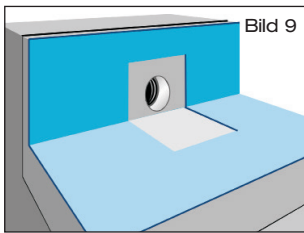

Bild 9
3.2 Im Bereich des Dachablaufes Aussparung in der Kunststoff-Dachdichtungsbahn in Größe der Außenkonturen des Ablaufrohres mit Festflansch vorsehen (Bild 9).